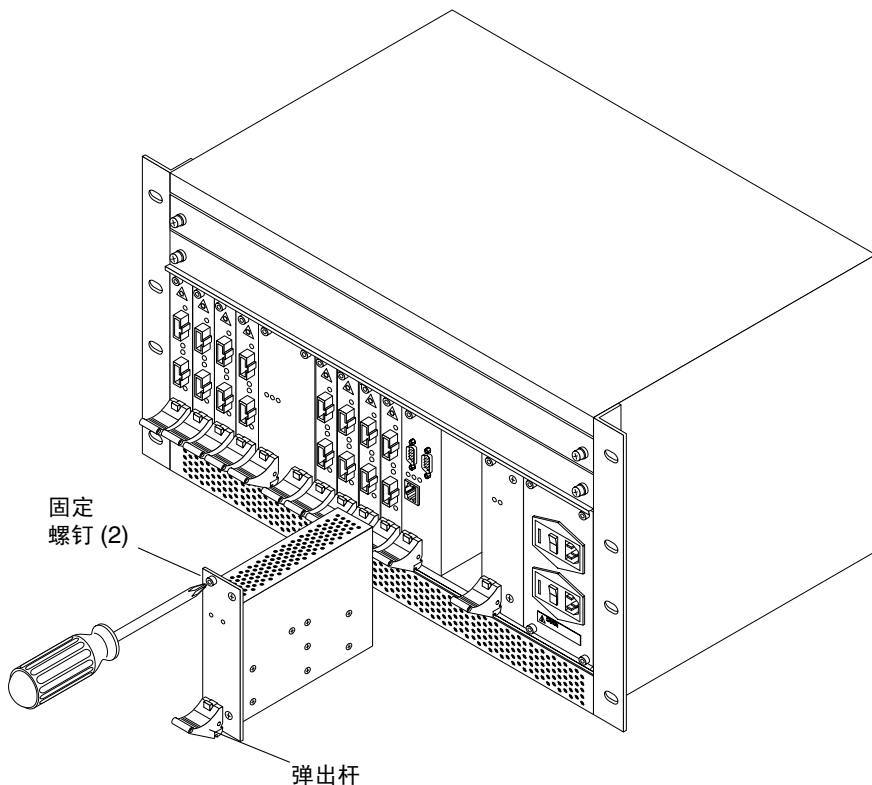

图 4-3 替换 Sun Fire Link 电源模块
3. 拧松模块顶部和底部的固定螺钉（图 4-3）。
2. 按下模块弹出杆上的红色按钮，解除弹出杆锁定（图 4-3）。